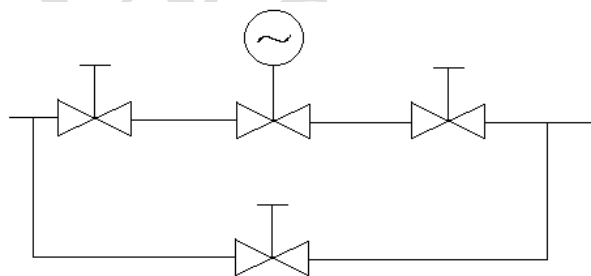

图 5 旁路管道安装图例
(1) 安装调节阀总体上应考虑以下方面：
① 安全：安装过程中人员和设备的安全。
② 控制性能：配管系统压力损失应与计算调节阀尺寸时所考虑的压力损失一致，以保证所需的流量特性。进出口应尽量保证足够的直管段。
③ 安装位置：应有足够的空间便于操作人员手动操作（包括旁路操作）以及保证调节阀和附件的就地拆卸和维修的可能性。
④ 调节阀组：一般在工艺过程配管中均安装切断阀的旁路阀与调节阀配成阀组，以适应设备连续操作的需要。维修调节阀时用切断阀隔离。用旁路阀调节。下面图 5 中推荐调节阀组布置方式。